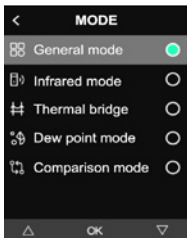

Figure 1
2. Appuyez sur le bouton ◀ ou ► pour faire défiler chaque mode comme illustré à la Figure 1.